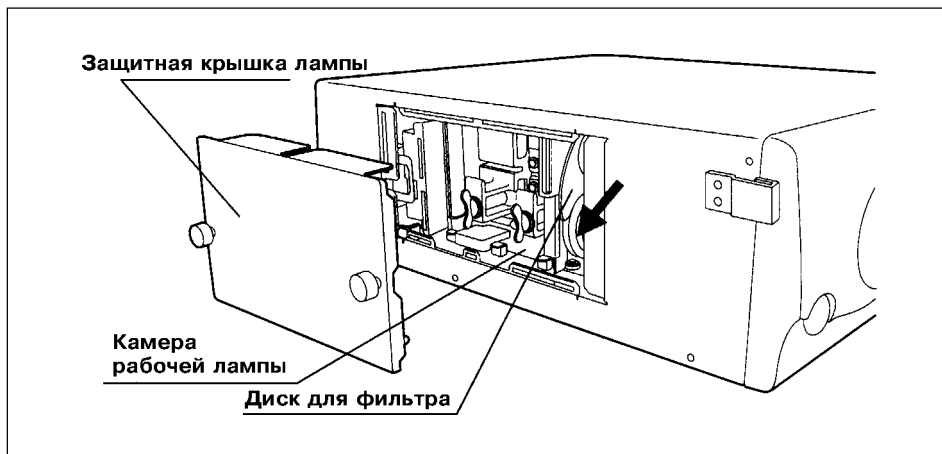

Рис. 4.5.
3. Снимите защитную крышку рабочей лампы и убедитесь, что фильтр специального назначения установлен в диск (см. рис. 4.5).